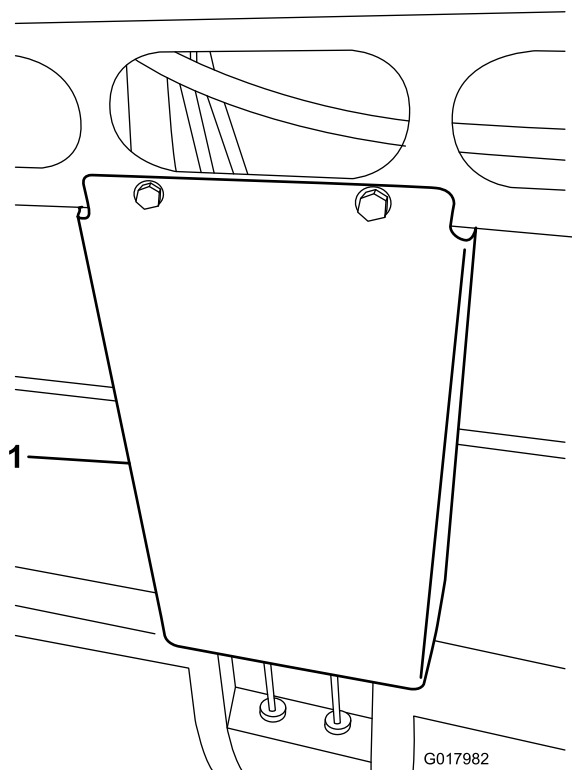

Figura 1
8. Retire el protector que cubre las mangueras hidráulicas, debajo de la parte central delantera de la máquina (**Figura 1**).